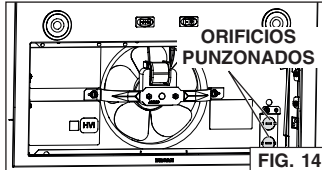

FIG. 14
- Perfore **uno** de los dos orificios punzonados (en gris en FIG. 14).